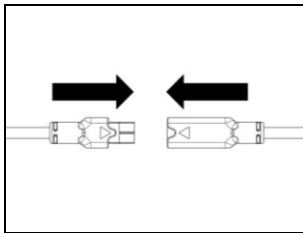

Fig. 11
- Conectar el micrófono al conector que proviene de la e-Box (Fig. 11).